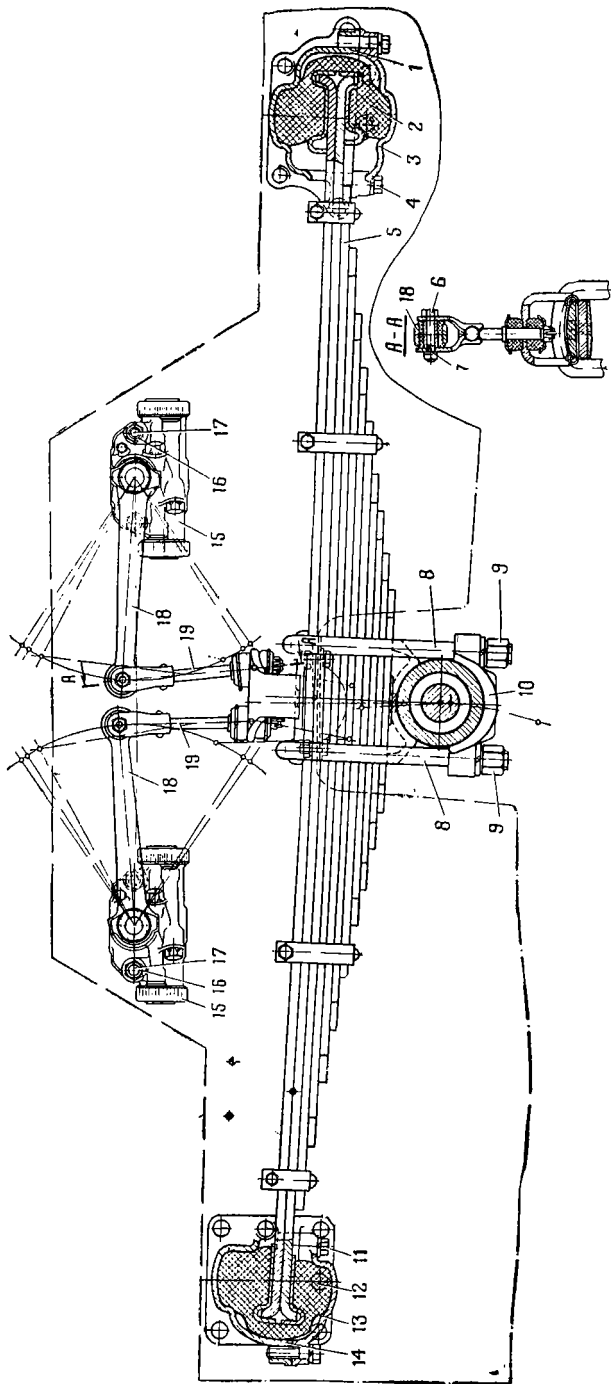

Рис. 7. Задняя подвеска:
4. Установить домкрат под кожух заднего моста на стороне снимаемой рессоры 5 (рис. 7) и разгрузить рессору.
1. Установить рессору 5 (рис. 7) на кожух заднего моста и опоры 2 и 12 на рессору.